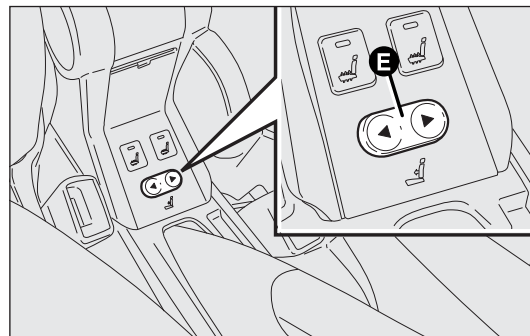

fig. 31
**Regolazione lombare elettrica fig. 31**